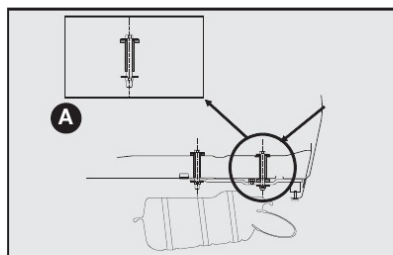

fig. 12
- Efetuar no veículo a furação com Ø (diâmetro) 11 mm traspassando o assoalho posterior (ver detalhe **A-fig. 12**) e a longarina nas marcas esquemáticas indicadas na **fig. 13**.